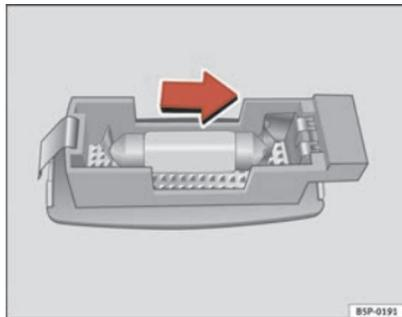

Fig. 202 Démontage de l'éclairage du pare-soleil
- Retirez la lampe avec précaution en utilisant la partie plate du tournevis comme indiqué sur la figure ⇒ fig. 202.
- Retirez l'ampoule en la déplaçant dans le sens de la flèche et vers l'extérieur ⇒ fig. 202. ■